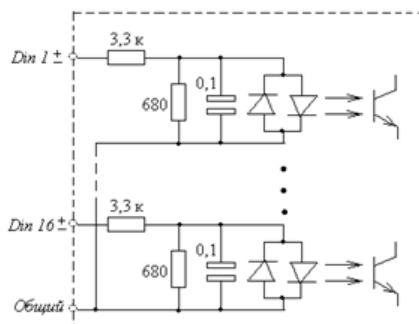

Рис. 4 Входы дискретных сигналов с гальванической развязкой.
*Ответ:* развязка выполняется с помощью оптронов с двумя излучающими диодами, включенными встречно-параллельно (рис. 4), что обеспечивает подключение входных сигналов любой полярности.